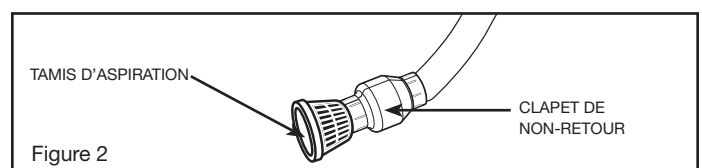

Figure 2
3. Il FAUT utiliser un clapet de non-retour dans la conduite d'aspiration pour maintenir la capacité d'auto-amorçage. Si aucun clapet de non-retour n'est utilisé, la pompe devra être amorcée au début de chaque opération. Pour le meilleur fonctionnement, il faut installer le clapet de non-retour à l'entrée de la conduite de section. (Figure 2)